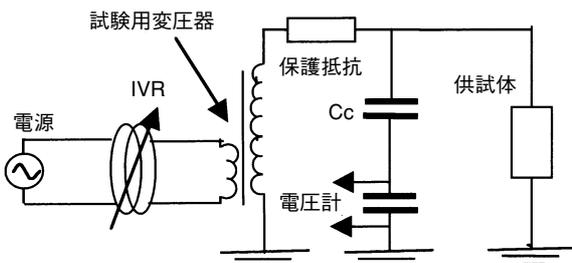

図3 耐電圧試験装置（高電圧用）
- ①高電圧電力ケーブル用：誘導電圧調整器(IVR)と試験用変圧器を用いて可変の高電圧を発生させるタイプ(図3)。JECTECにはAC110kVまで発生させる装置がある。
- ②低圧ケーブル用：交流5kV程度までの可変電圧を電子回路的に発生させるタイプ。JECTECにはAC2.5/5.0kV切替タイプのものが複数台ある。